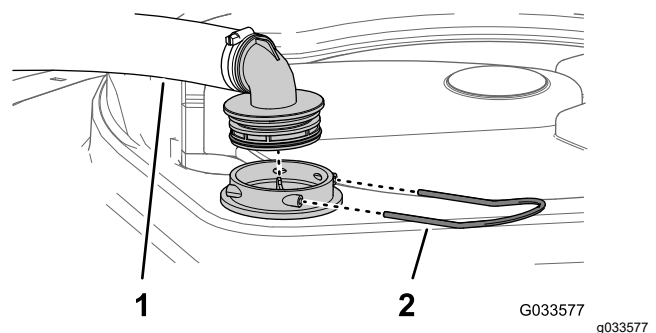

Figure 100
2. Au sommet de la cuve du pulvérisateur, retirez l'étrier qui fixe le raccord de flexible sur le grand flexible et le logement du filtre (Figure 100).
3. Retirez le flexible et le raccord du logement du filtre (Figure 100).